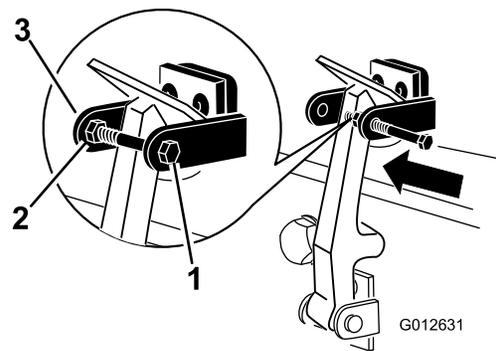

図 9
- フードラッチブラケットのもう一つのアームにボルトを取り付けてラッチをロックする 図 9。ボルトをしっかり締め付けるが、ナットは締め付けない。